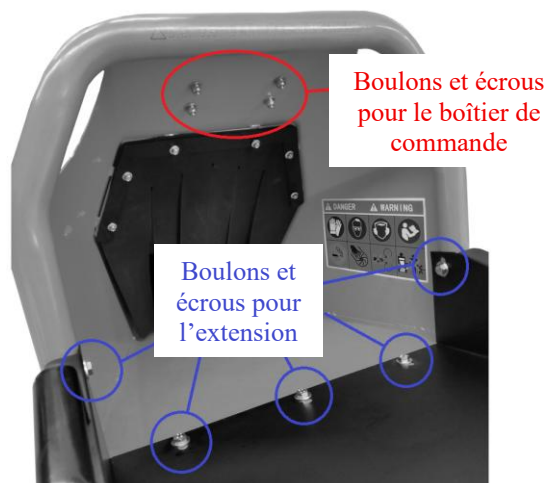

Fig. 5
- Montez l'extension de trémie (27) sur la trémie (18), puis fixez-la à l'aide des boulons et écrous fournis, comme illustré à la figure 5.